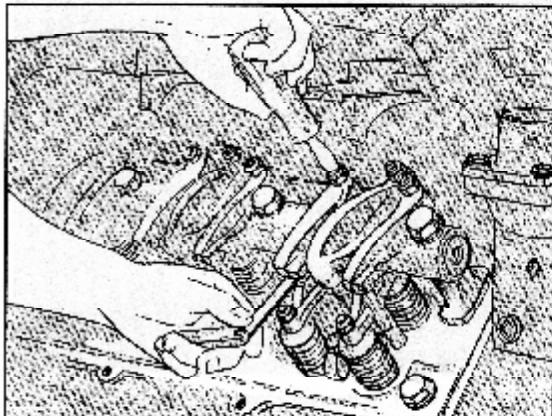

Рис. 2-34. Настройка клапанов (ОМ1040Л)
1. Ослабьте и открутите настроочный винт. Вставьте щуп между коромыслом и крестовиной. Зазор указан в Таблице 2-10. Вверните винт, пока коромысло не коснется щупа, и зафиксируйте его в этом положении. Рис. 2-34. Усилие закручивания приведено в Таблице 2-8.